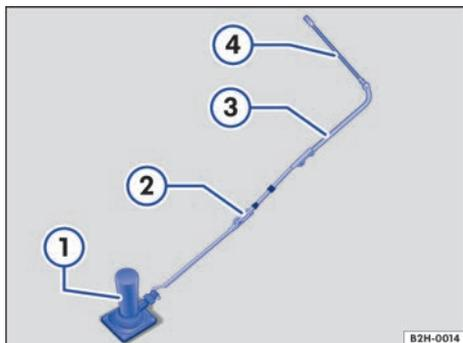

Fig. 160 Crique con prolongación.
- Despliegue la palanca de prolongación \Rightarrow fig. 160  de las herramientas de a bordo.